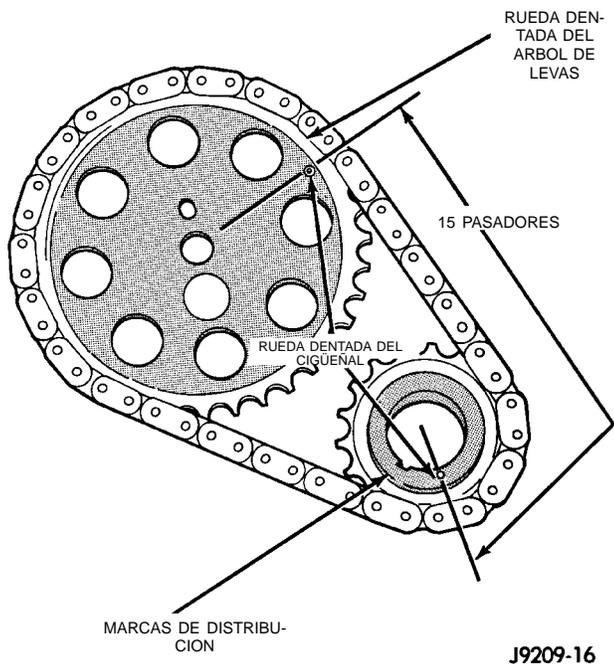

Fig. 43 Verificación de instalación de ruedas dentadas—cadena—característica
Ensamble la cadena de distribución, la rueda dentada del cigüeñal y la rueda dentada del árbol de levas, manteniendo alineadas las marcas de distribución (Fig. 43).
(3) Para verificar la correcta instalación de la cadena de distribución, gire el cigüeñal a fin de posicionar la marca de la rueda dentada del árbol de levas, tal como se muestra en la (Fig. 43). Cunte la cantidad de pasadores de la cadena entre las marcas de distribución de ambas ruedas dentadas. Debe haber 15 pasadores.